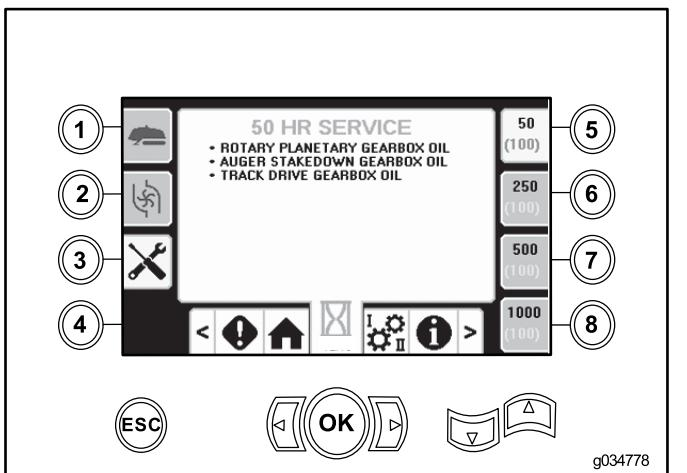

Bild 51
- Taste 5: 50 Stunden (**Bild 51**)